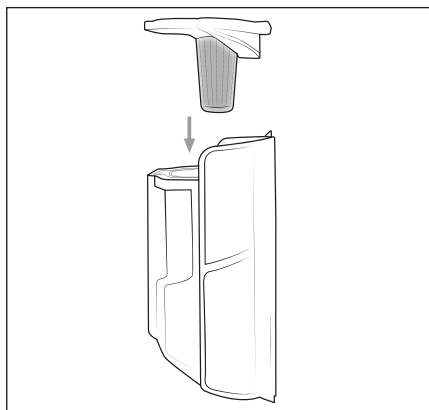

Fig. 19
- 6) Coloque o filtro de aço inoxidável ⑥ no reservatório de pó ⑦ e pressione-o completamente para baixo, até ficar corretamente instalado no reservatório de pó ⑦ (ver fig. 19).